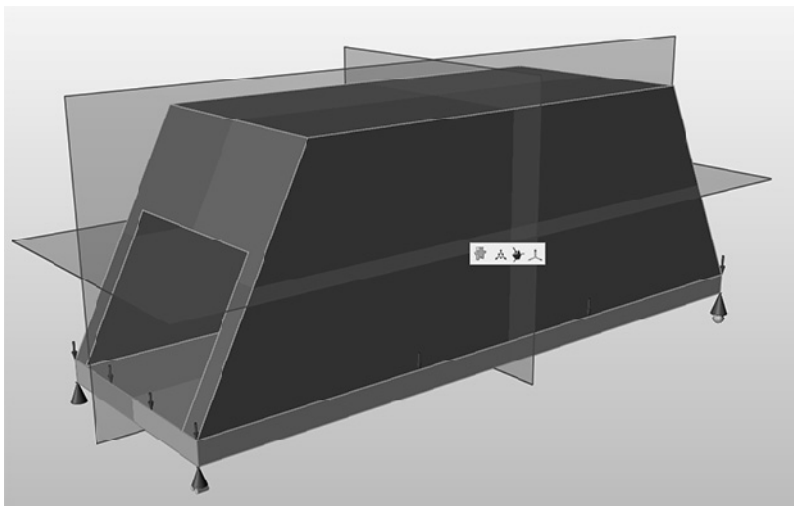

图 4-48
- 3) 单击设计空间，此时显示 3 个红色对称平面，表明这 3 个平面全部处于激活状态，如图 4-48 所示。